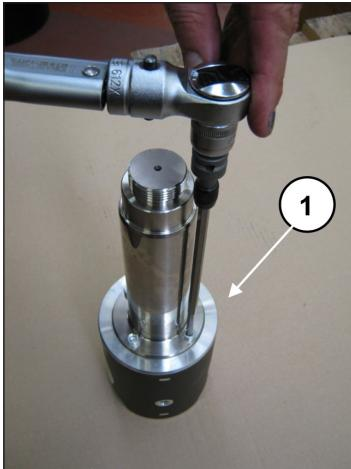

Fig. 43
Para separar a haste da guia do pistão, é necessário soltar os parafusos do cabeçote cilíndrico M6 com a chave apropriada (pos. ①, Fig. 43).